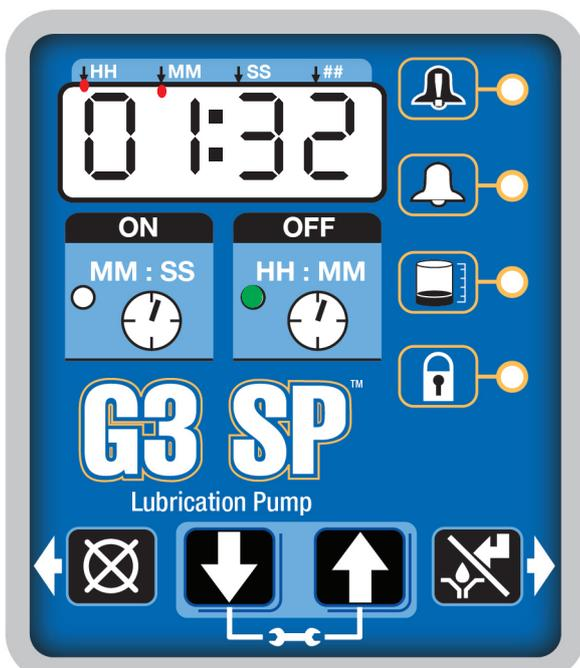

FIG. 29
- Una vez completada la configuración, la bomba G3 comienza automáticamente a ejecutar la secuencia de tiempo de apagado (FIG. 29).
El ejemplo mostrado en la FIG. 29 indica un tiempo de apagado de 1 hora y 32 minutos antes del inicio del ciclo de lubricación con A8 desactivada.
- Cuando el recuento de ciclos llega a cero, la bomba vuelve a desconectarse y el sistema ejecuta nuevamente el ciclo de tiempo de apagado y el LED de tiempo de apagado vuelve a encenderse (FIG. 29).